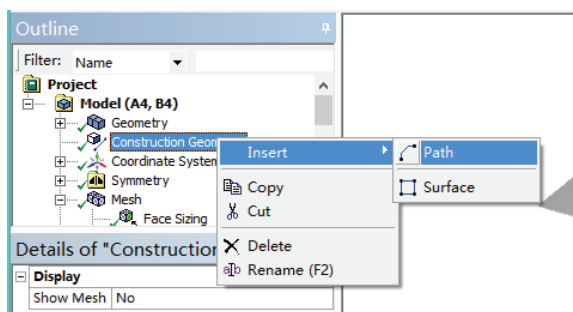

图 7-36 添加路径 1
2) 在 Construction Geometry 对象上右击，在弹出的快捷菜单中选择 Insert>Path，如图 7-36 所示，此时在树结构图中出现 Path 对象。